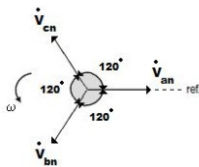

Figura 12 - sentido de rotação ABC
1. Se a leitura 1 for maior que a leitura 2, o sentido de rotação das fases será de acordo com a figura 12: